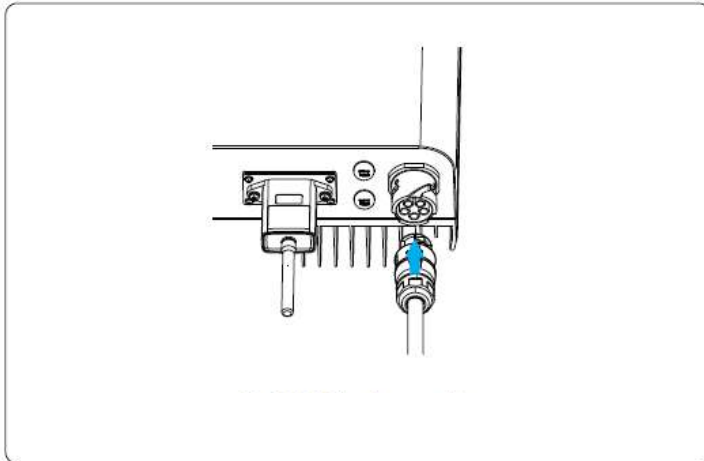

Imagen 5.10 Conexionado de entradas CA
Paso 6: Conecte los terminales al inversor como se muestra en la imagen 5.10